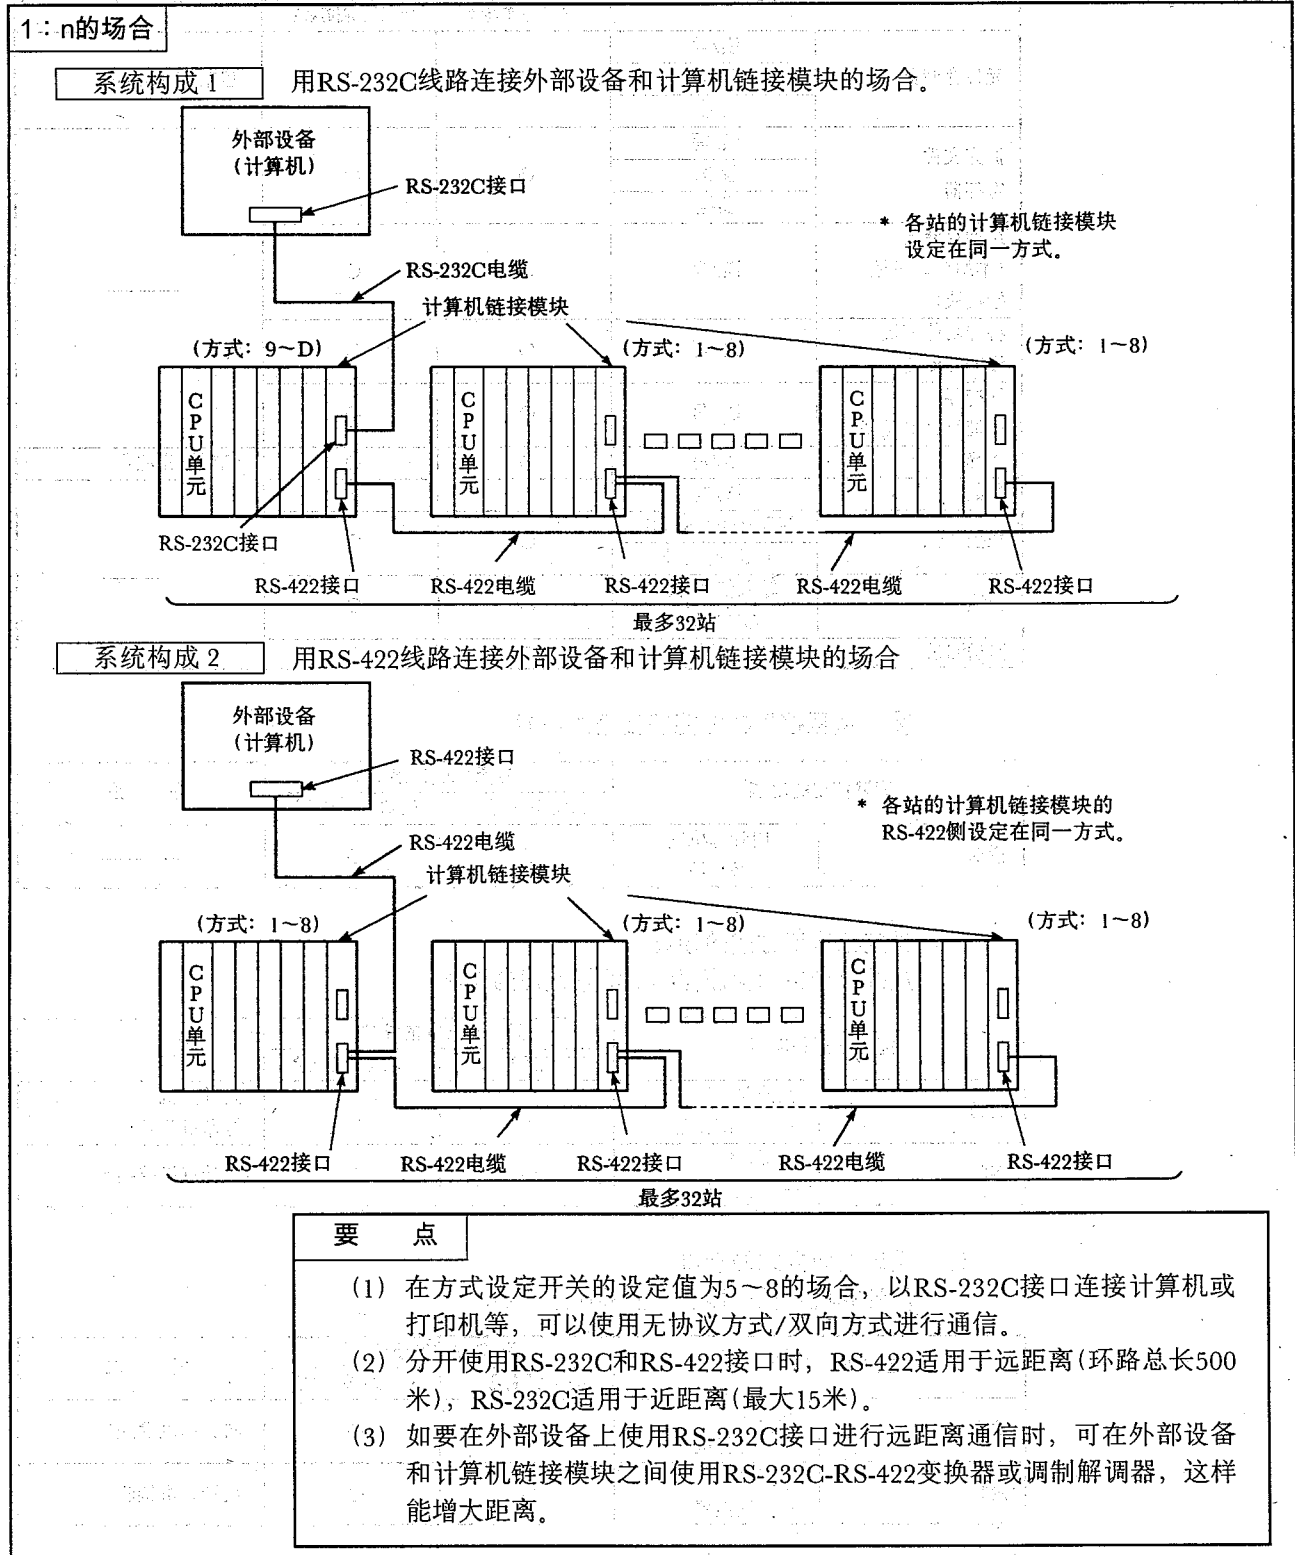

图2.2 系统构成(II)
- (1) 外部设备与程控器CPU为1:n (n最大为32) 站的场合的系统构成, 如图2.2所示。